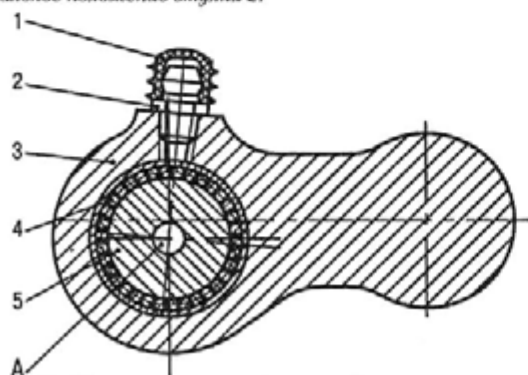

Рис. 249. Шарнирное резьбовое соединение в верхней бобышке стойки подвески:
1 - гайка болта крепления оси верхних рычагов; 2 - регулировочные прокладки; 3 - гайки оси верхних рычагов; 4 - болт крепления оси верхних рычагов; 5 - болт крепления передней подвески к раме; 6 и 9 - резиновые втулки; 7 - стопорная пластина; 8 - палец оси нижних рычагов; 10 - пресс-масленка. Разрез Д-Д см. на рис. 249 Разрез Е-Е см. на рис. 248
- среднюю пресс-масленку (поз. 2, рис. 249), расположенную в верхней бобышке стойки, игольчатый подшипник и упорный шарикоподшипник;